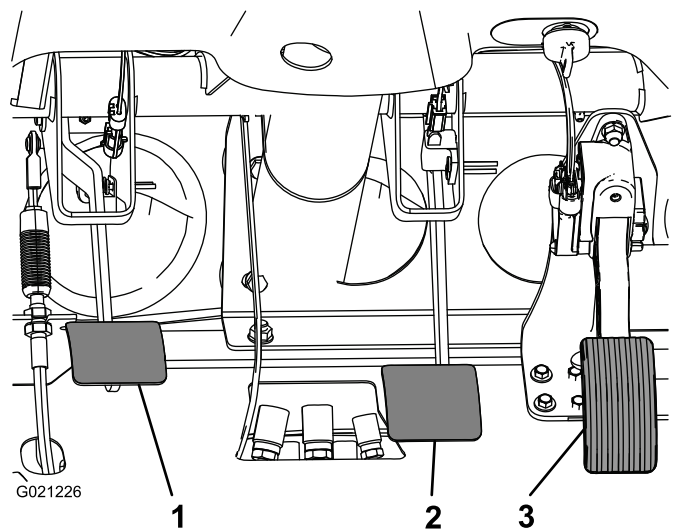

Figure 66
- Soulevez la pédale de frein (Figure 66) jusqu'à ce qu'elle touche le cadre.
- Desserrez les écrous de blocage qui fixent la chape à l'arbre du maître-cylindre (Figure 66).